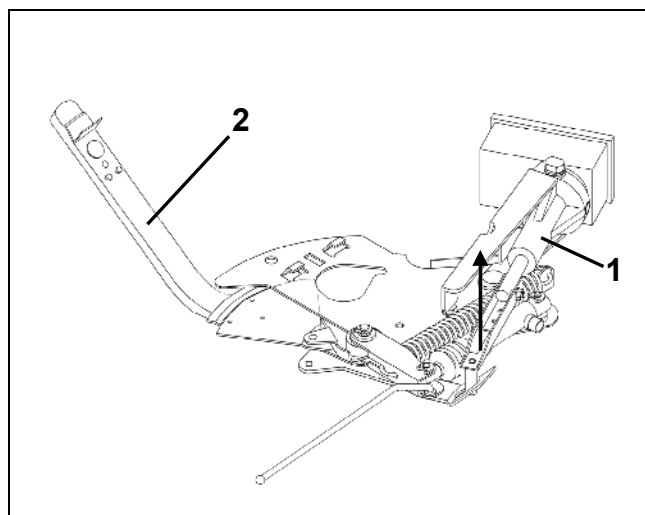

Fig. 88
- Levantar o servomotor (Fig. 88/1) e desengatar a barra de impulsão (Fig. 88/2) da união de encaixe da corredeira de dosagem.